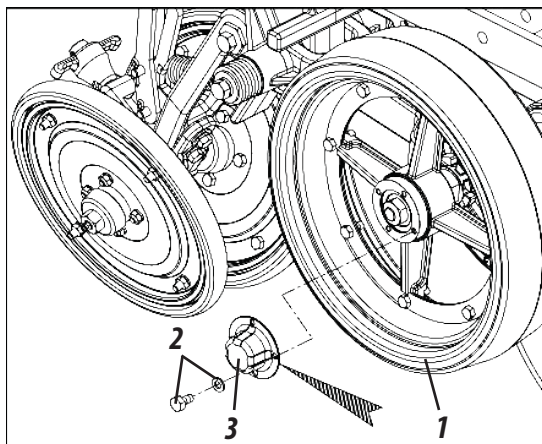

Figura 62
LUBRIFICAR CADA 200 HORAS DE TRABALHO (FIGURA 62)
- 1- Nas rodas compactadoras (1) solte os parafusos e arruelas (2), retire a calota (3) e introduza graxa nova. Recoloque a calota (3) nas rodas compactadoras (1) e fixe-a com os parafusos e arruelas (2), **conforme mostra a figura 62.**